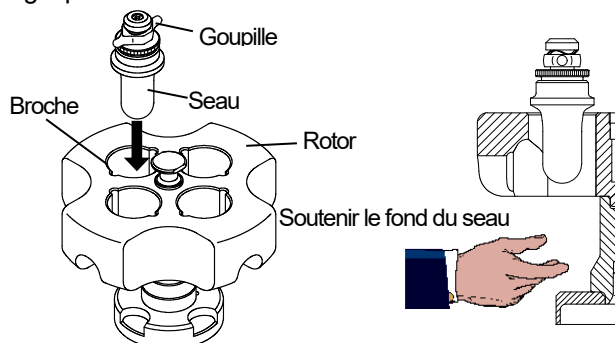

Fig. 3-8 Démontage / montage des seaux
- 3) Desserrer le bouchon du seau. Voir Fig. 3-8 pour le démontage des seaux du rotor du S50ST,